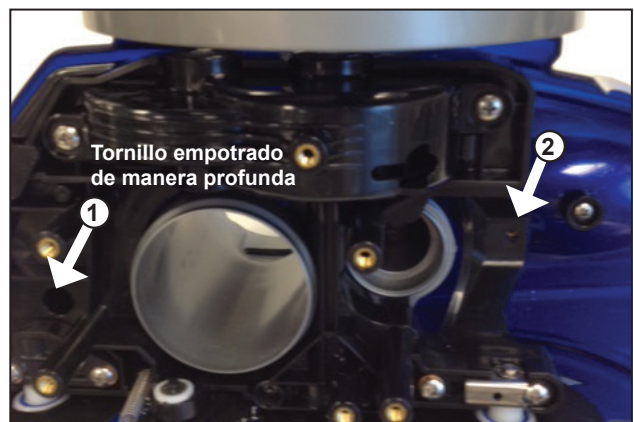

Figura 18. Vuelva a colocar los dos (2) tornillos de la carcasa superior
5. Coloque el kit de reajuste de costado y vuelva a colocar los dos (2) tornillos para asegurar la carcasa superior (Figura 18).